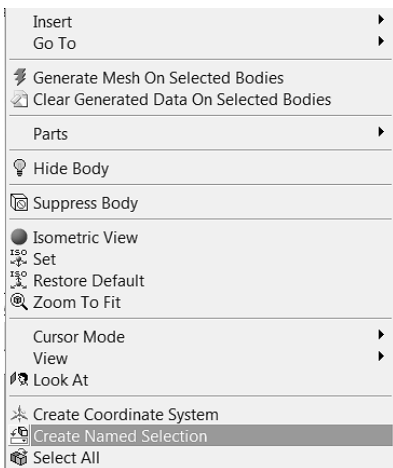

Рис. 2.11
- 1) Выполнить клик правой кнопкой мыши по свободному полю, где нарисована область с построенной сеткой. Из строки Cursor Mode выбрать фильтр Edge . Подвести курсор к левой границе, когда она окрасится в зеленый цвет, выполнить левый клик мышкой, после этого выполнить правый клик мышкой. В появившемся контекстном меню выбрать Create Named Selection, рис. 2.11.